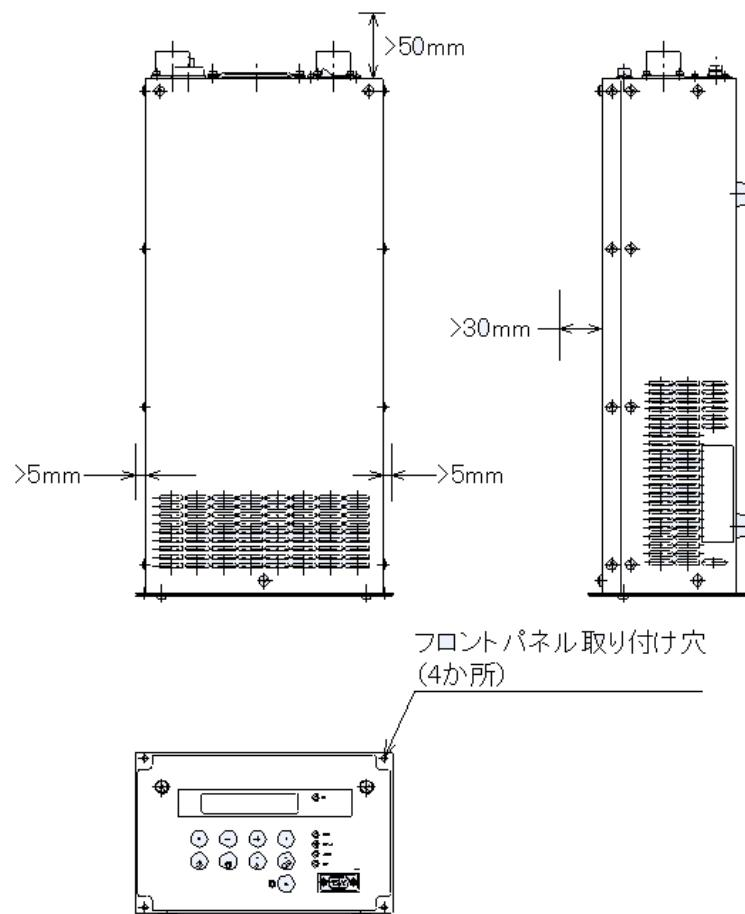

図 5-1 確保するスペース
- (3) このとき、コントローラ内部の冷却のため、コントローラ周囲に上面30mm、側面5mm、リアパネル面50mm以上の十分なスペースをラック内に確保します（図5-1参照）。